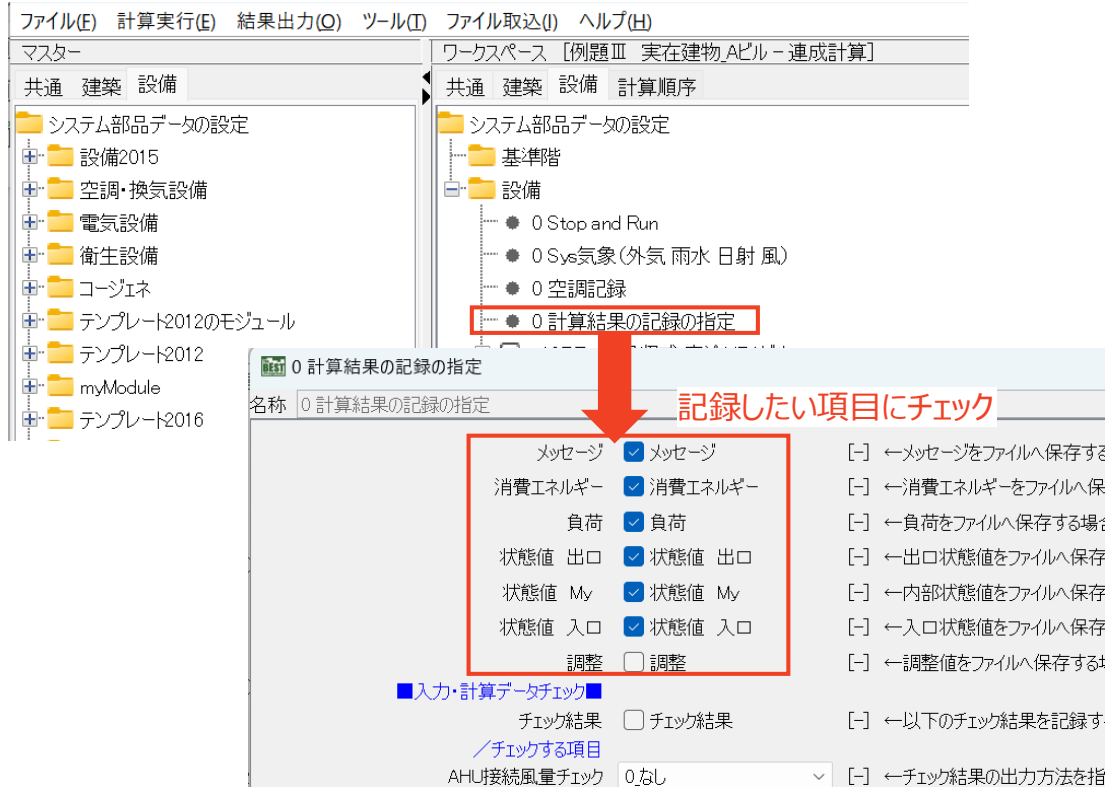

図 2.5.26 結果ファイルが表示されない場合(1)
① 「計算結果の記録の指定」は有効になっているか？ (図 2.5.26)